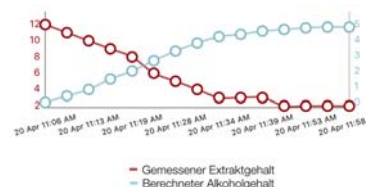

Abb. 11-3: Gärverlaufskurve mit berechnetem Alkoholgehalt
4. Der Alkoholgehalt wird für alle Messungen ab dem eingestellten Beginn der Gärung berechnet. Die Werte werden in der Graphik der Gärverlaufskurve angezeigt (siehe Abb. 11-3).